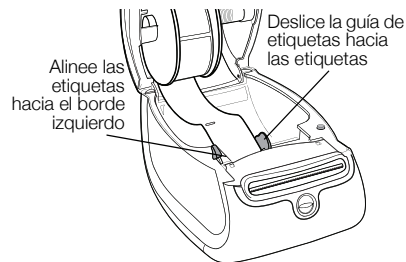

Figura 8
- Las etiquetas deben cargarse introduciendo el borde izquierdo de la etiqueta frente al borde izquierdo de la ranura de alimentación de etiquetas. Consulte la Figura 8.
- 7 Alinee el borde izquierdo de la etiqueta con el borde izquierdo de la ranura de alimentación de etiquetas e introduzca la etiqueta en la ranura. Consulte la Figura 8.
- 8 Deslice la guía de etiquetas a la izquierda hasta que quede alineada con el borde derecho de la etiqueta. Consulte la Figura 8.